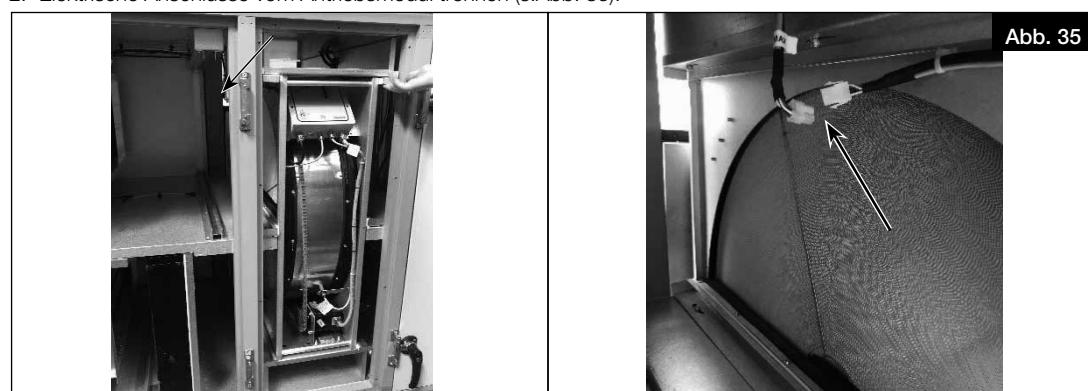

Abb. 35
2. Elektrische Anschlüsse vom Antriebsmodul trennen (s. Abb. 35).